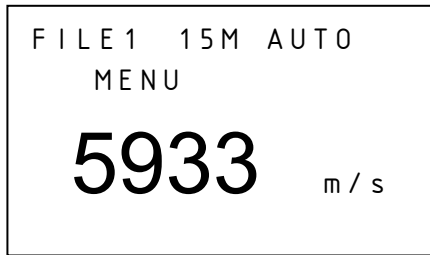

图 15
c. 按 **VEL** 键显示出被测声速, 显示如图 15: